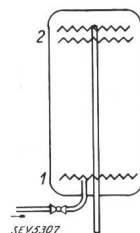

Fig. 49.
2. *Warmwasserapparate* sind verhältnismässig sehr selten anzutreffen. Es hängt das zum guten Teil mit den Tarifen zusammen. In neuester Zeit nimmt man sich jedoch auch der Warmwasserbereitung an. Eine sehr beachtenswerte Bauart der Heisswasserspeicher führte die American Gas and Electric Co. ein (Fig. 49). Der Apparat enthält zwei Heizkörper, von denen der untere mit relativ kleiner Leistung die normale Nachtaufheizung be-